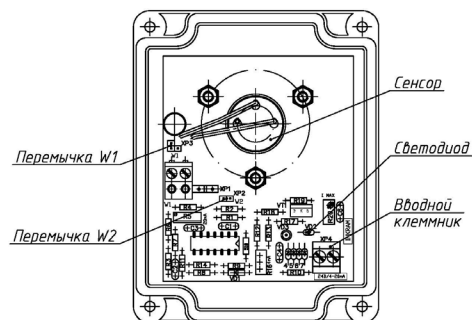

Рис.2.1
- Удалить шунтирующую перемычку на плате из положения W1 (рис.2.1 и 2.2);